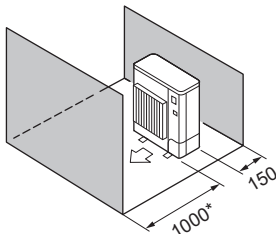

Fig. 2-11
- (5) Obstáculos sólo en la parte delantera y trasera (Fig. 2-11)